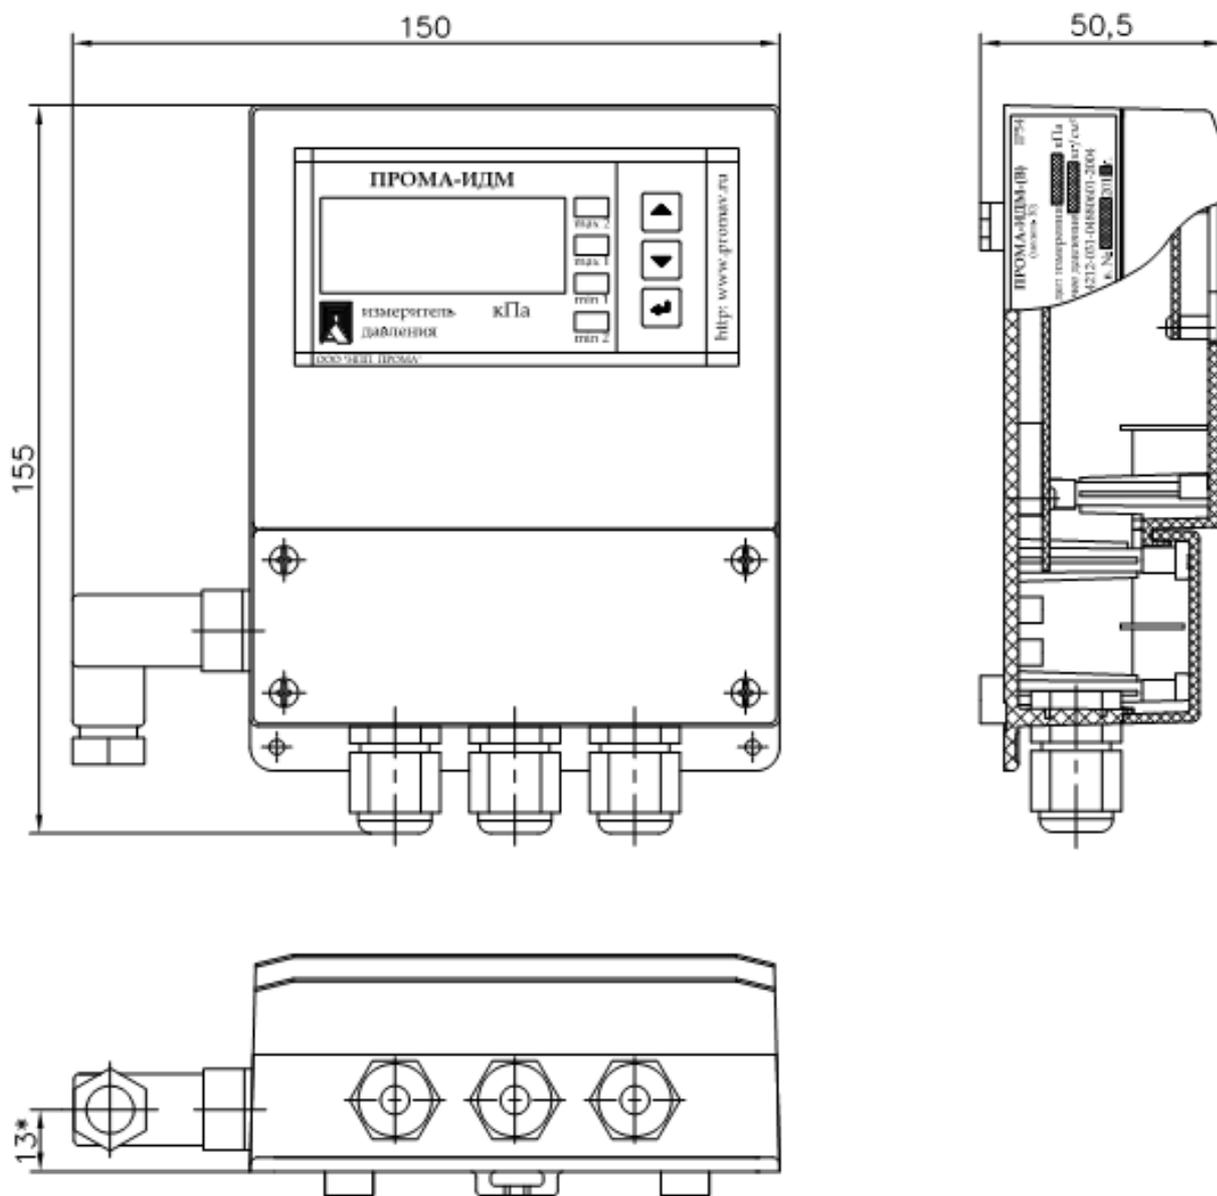

Рис. 2.3. Измеритель Прома-ИДМ(В) Настенное исполнение. Габаритный чертёж.
- Рис. 2.3. Измеритель Прома-ИДМ(В) Настенное исполнение. Габаритный чертеж.